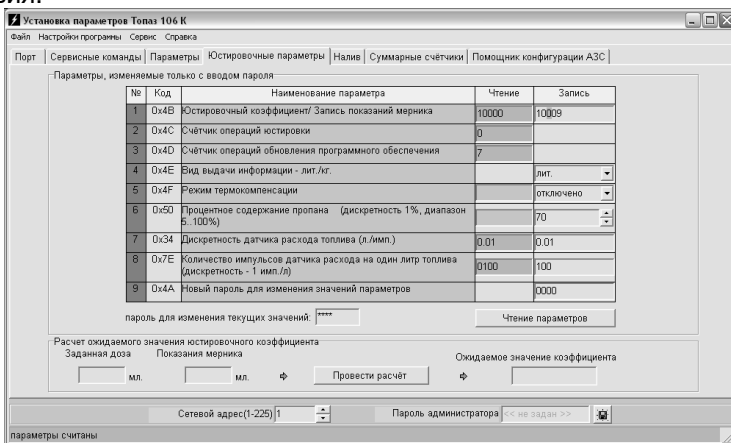

Рисунок 2
6.3 На вкладке "Юстировочные параметры" программы производится работа с юстировочными параметрами устройства (рисунок 2).